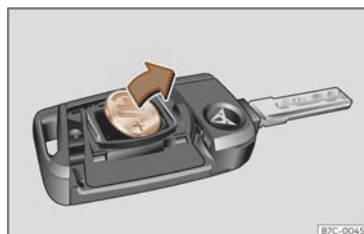

Fig. 68 Clau del vehicle: extracció de la pila.
- Traieu la pila del compartiment amb un objecte fi adequat >>> **fig. 68**.
- Col·loqueu la pila nova tal com es mostra >>> **fig. 68** i pressioneu-la dins el compartiment per la pila en sentit contrari a la fletxa >>> ❷.